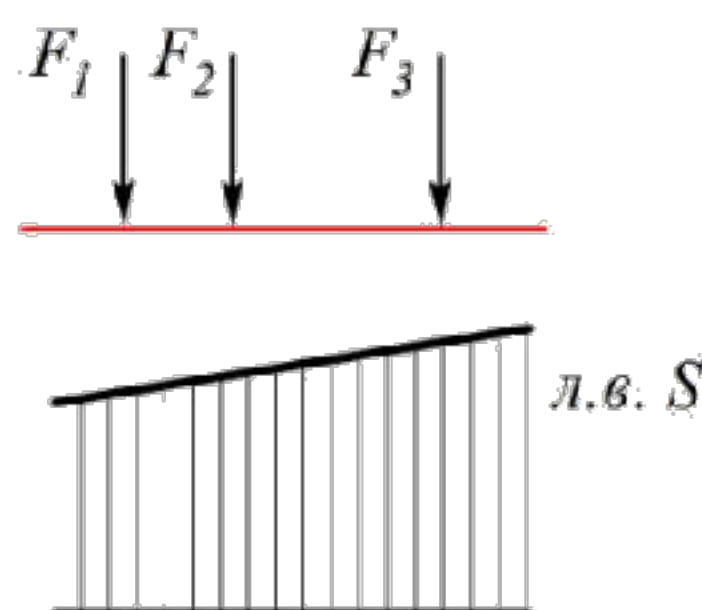

Рисунок 0.14
1. Влияние неподвижной цепочки сосредоточенных грузов (рис.0.14).
Применяя принцип независимости действия сил, можно выразить влияние всех сил, как сумму влияний каждой из них в отдельности. На рис.0.14 показан участок какой-то линии влияния усилия S (это может быть опорная реакция, момент или поперечная сила).